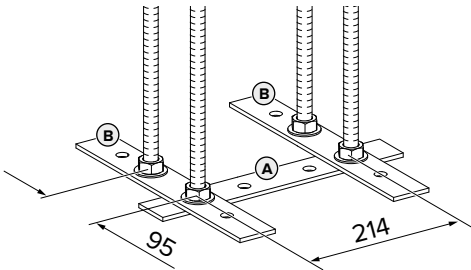

Fig. 1: Dimensions [mm]
- ▶ Emboîter les tiges filetées dans les aciers plats en respectant les dimensions sur la Fig. 1. Veiller à la disposition perpendiculaire (90°) de l'acier plat (A) et des aciers plats (B).